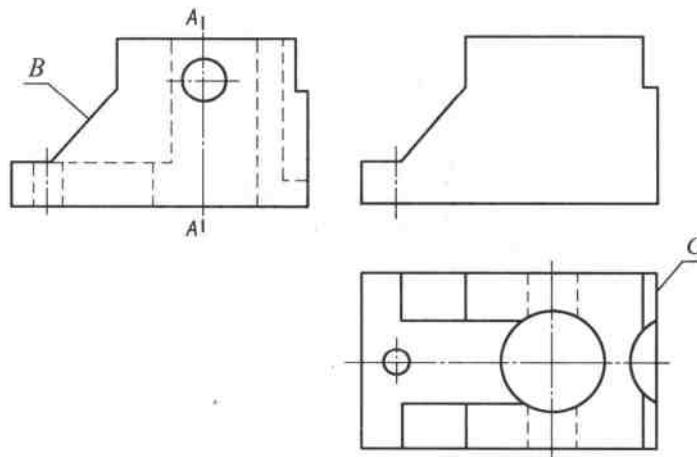

图 30
30. 根据给定的 B、C 向视图（图 30），将主视图改画成全剖视图，并补画 A-A 为半剖视图。